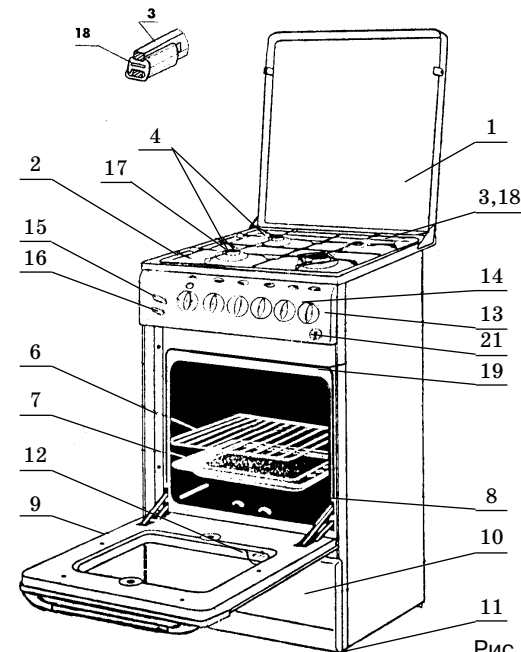

Рис. 1
● замена сопел горелок стола рис. 1а.
- б) с помощью торцевого ключа S7 замените сопла в соответствии с таблицей 2 «Характеристики горелок и сопел» см. рис. 1а.
5.1 Плита, различных исполнений, указанных в таблице 1, изображена на рис. 1.
5.3 На столе плиты для установки посуды имеется решетка поз.18 рис.1.